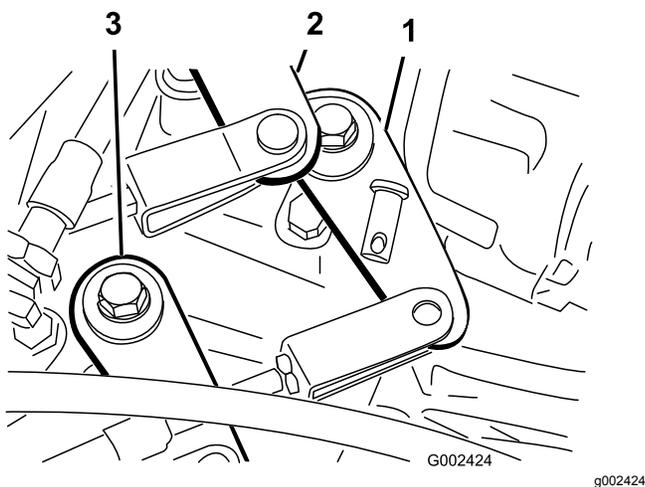

図 53
2. シフトケーブルをトランスアクスルのシフトアームに固定しているクレビスピンを取る 図 53。
1. ハイ・ロー切り替えケーブルをトランスアクスルに固定しているクレビスピンを取る 図 53。